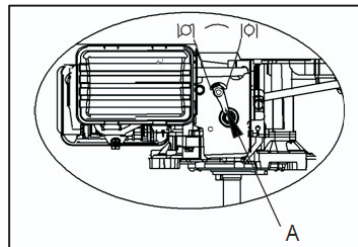

Fig. 2B A. Controlo do acelerador
- Mova o controlo de aceleração para a posição "choke" . (Fig. 2B)